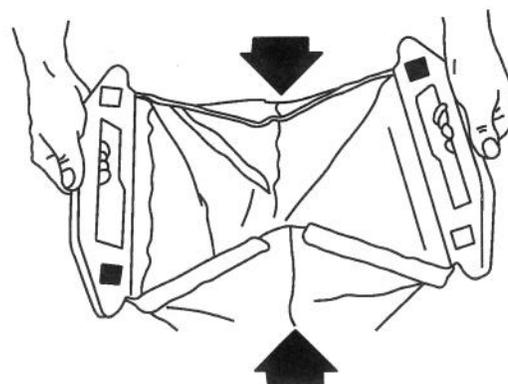

Figure 41
9. Fermer l'arrière du sac en repliant les côtés vers l'intérieur et enclipser les deux moitiés de poignées de sac arrière l'une dans l'autre (Fig. 41).